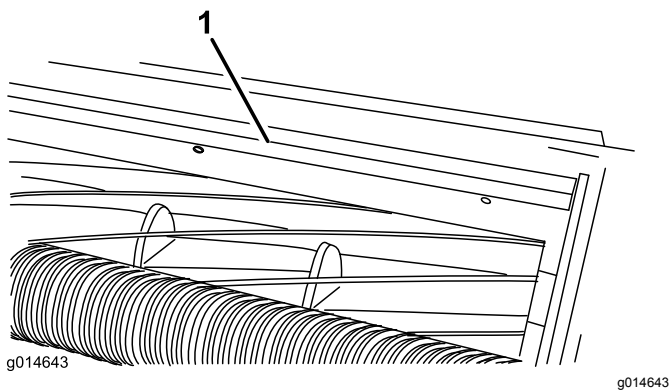

図 23
1. バー 図 23 をカッティングユニットに固定しているねじをゆるめる。